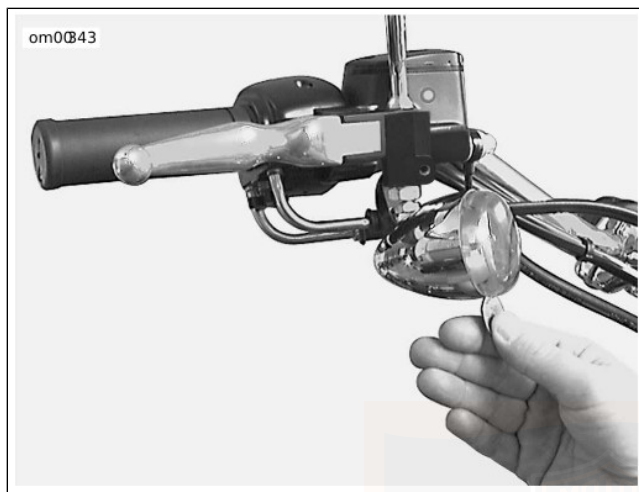

Figura 49. Tacca sulla cornice della lente
1. Vedere Figura 49. Per accedere alle lampadine degli indicatori di direzione anteriori o posteriori per sostituirle, individuare la scanalatura sulla cornice della lente degli indicatori di direzione.